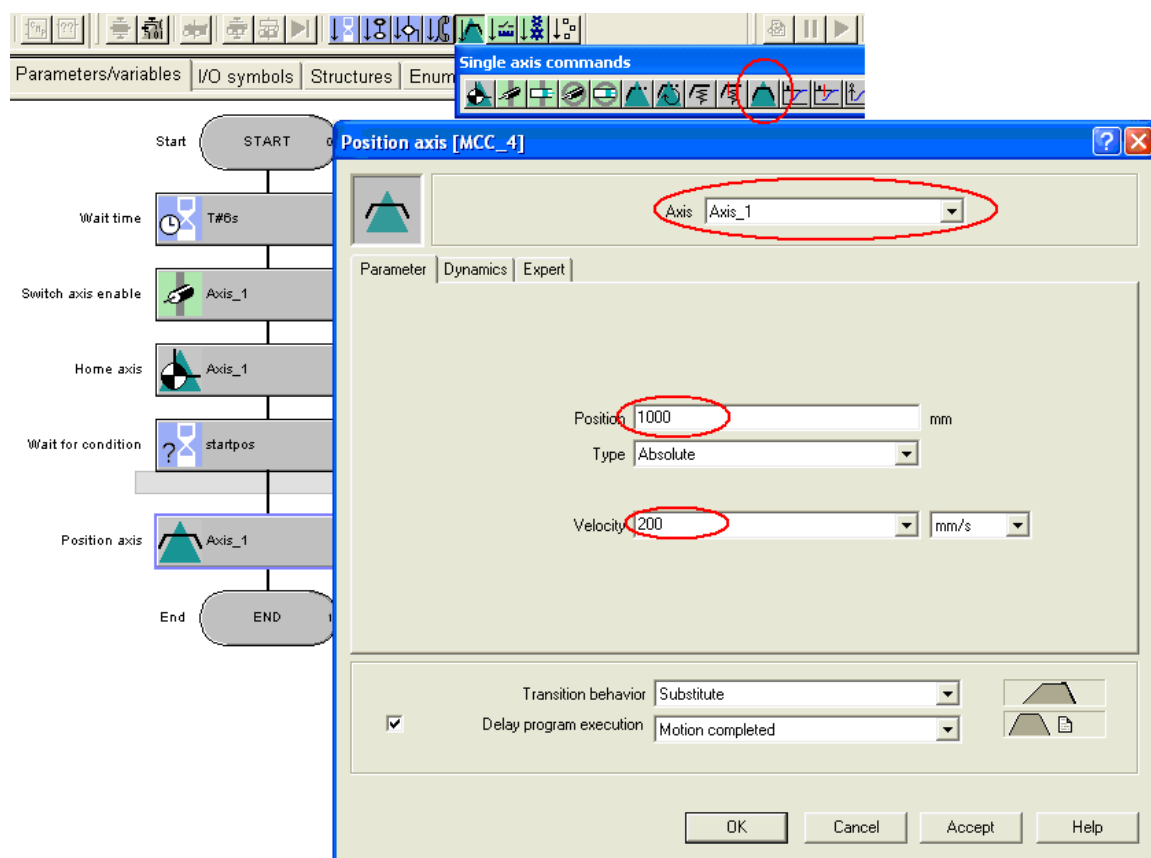

图 2.32 插入轴定位命令
(8) 插入下的轴定位命令，如图 2.32 所示。图中所示设置表示轴将以 200mm/s 的速度从当前位置（0mm）运动到 1000 处。